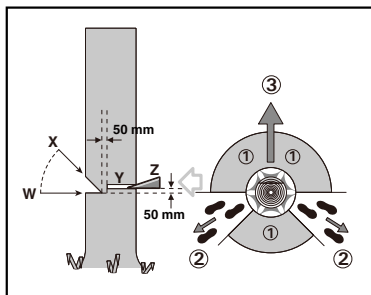

Abb. 1
Vor Beginn der Fällarbeiten sollte ein Fluchtweg geplant und bei Bedarf freigeräumt werden. Der Fluchtweg sollte nach hinten und diagonal hinter der erwarteten Falllinie verlaufen, wie in Abbildung 1 dargestellt.
Schneiden Sie die Kerbe um 1/3 des Baumdurchmessers senkrecht zur Fallrichtung ein, wie in Abbildung 1 dargestellt. Machen Sie zuerst den unteren horizontalen Kerbschnitt (W). Dadurch wird ein Einklemmen der Sägekette oder der Führungsschiene vermieden, wenn die zweite Kerbe (X) gemacht wird.
Führen Sie den Rückschnitt (Y) mindestens 50 mm höher aus als den horizontalen Kerbschnitt, wie in Abbildung 1 dargestellt. Halten Sie den Fallschnitt parallel zum horizontalen Kerbschnitt. Führen Sie den Fallschnitt so durch, dass genügend Holz übrigbleibt, das als Scharnier dient. Das Scharnierholz verhindert, dass sich der Baum verdreht und in die falsche Richtung fällt. Schneiden Sie nicht durch das Scharnierholz.
Wenn sich der Fallschnitt dem Scharnier nähert, sollte der Baum zu fallen beginnen. Wenn die Möglichkeit besteht, dass der Baum nicht in die gewünschte Richtung fällt oder zurückkippt und die Sägekette blockiert, beenden Sie den Schnitt, bevor der Rückschnitt abgeschlossen ist, und verwenden Sie Holz-, Kunststoff- oder Aluminiumkeile (Z), um den Schnitt zu öffnen und den Baum entlang der gewünschten Falllinie fallen zu lassen (1). Wenn der Baum zu fallen beginnt, entfernen Sie die Kettensäge aus dem Schnitt, schalten Sie den Motor aus, setzen Sie die Kettensäge ab und verwenden Sie dann den geplanten Rückzugsweg (2). Achten Sie auf herabfallende Äste und achten Sie auf Ihren Stand. (See Figure 1.)